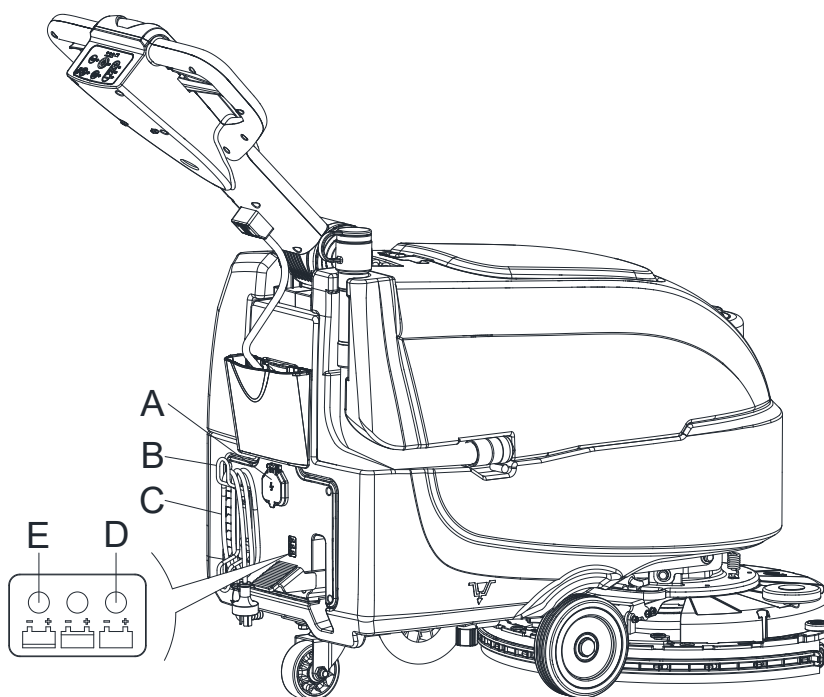

Figura 13
1. Conectați cablul încărcătorului de baterii (C, Figura 13) la rețeaua electrică (A). Tensiunea și frecvența rețelei electrice trebuie să fie compatibile cu valorile încărcătorului de baterii afișate pe plăcuța de serie a mașinii (41, Figura 2). În momentul conectării încărcătorului de baterie la rețeaua electrică, toate funcțiile mașinii sunt decuplate automat. Dacă LED-ul roșu (E) de pe panoul de comandă al încărcătorului de baterii rămâne aprins, acesta încarcă bateriile.
2. Dacă se aprinde LED-ul verde (D), încărcarea bateriilor este finalizată.
3. Când încărcarea bateriilor este finalizată, deconectați cablul încărcătorului de baterii (C) de la rețeaua electrică (A) și înfășurați-l în jurul carcasei sale (B).